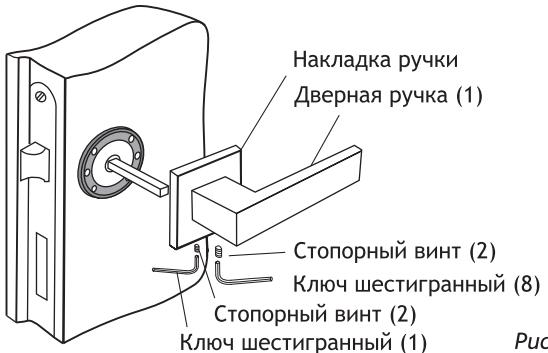

Рис. 3
4. Верните обратно квадратный стержень (3) в дверное полотно так, чтобы вырез под стопорный винт располагался напротив соответствующего отверстия в ручке. Установите ручки с двух сторон (1) и зафиксируйте их с помощью стопорного винтов накладки (5) и ручки (4) см. рис. 3.